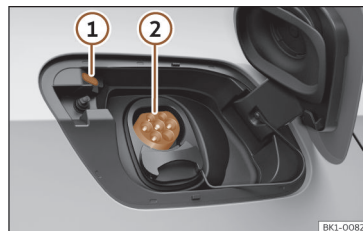

Abb. 48 Hinter der Batterieladeflappe hinten rechts: Ladefose
>>> Abb. 48
- Drücken Sie bei entriegeltem Fahrzeug auf die Batterieladeklappe, um diese zu öffnen »» **Abb. 48**.
Der Stecker wird automatisch verriegelt. Die LED (Ladevorgangsanzeige) der Ladedose leuchtet auf oder blinkt weiß»» **Abb. 48** ② »» Seite 78.